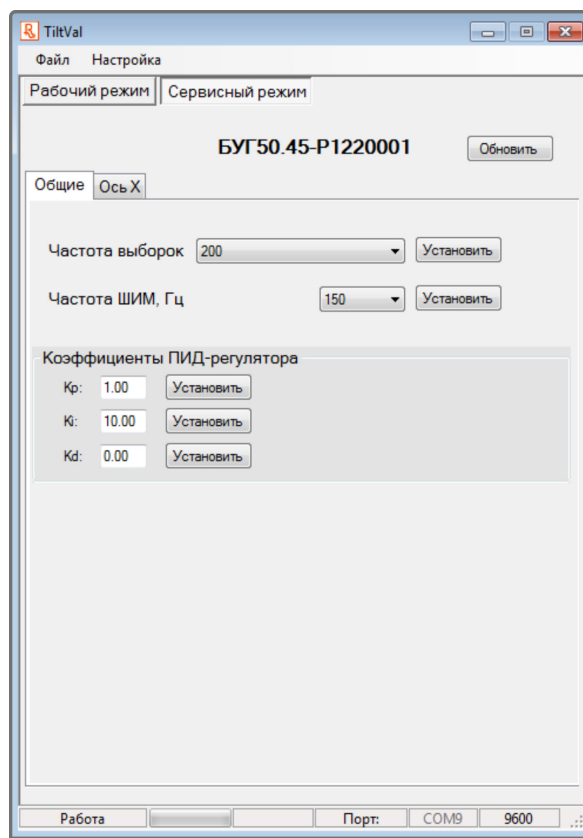

Рисунок 5. Общие параметры БУГ5
4. Последовательно переходя по вкладкам программы, установить необходимые параметры блока управления (рисунок 5, 6). В случае успешной установки параметра соответствующая строчка мигнет зеленым цветом, если параметр по каким-либо причинам не будет установлен, соответствующая строчка мигнет красным цветом.